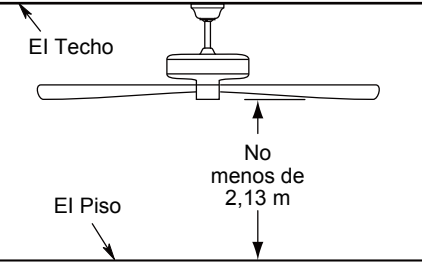

Figura 2
Uso de perfil profundo (Figura 2)
2. Extraiga la pieza de la bola colgante de la unidad de la bola colgante / varilla aflojando el tornillo de presión de la bola colgante hasta que la bola se libere de la varilla. Retire el pasador del barral y luego extraiga la semiesfera. Conserve el pasador y la semiesfera para su reinstalación en el Paso 7. (Figura 2)
Debe colgar el ventilador a una distancia mínima de 2,13 m desde las aspas hasta el piso. (Figura 2)
Para evitar una posible descarga eléctrica, asegúrese de cortar la alimentación eléctrica de la caja de fusibles principal antes de alambrado el ventilador. (Figura 2)